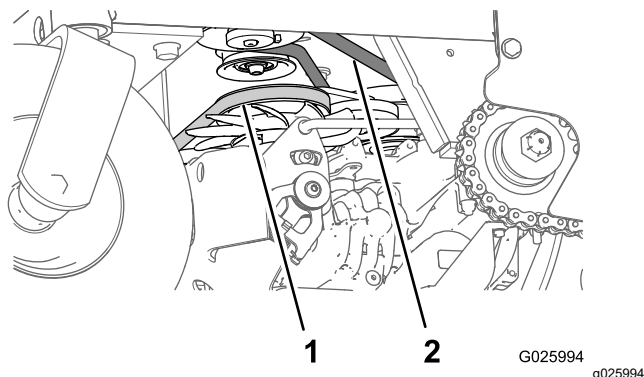

Figure 48
3. Contrôlez l'état et la tension de la courroie d'entraînement de la pompe auxiliaire (Figure 48).
4. Contrôlez l'état de la courroie d'entraînement de transmission (Figure 48).